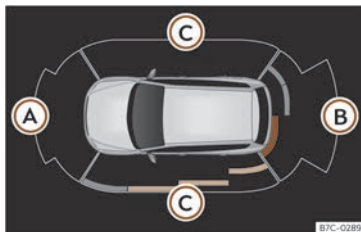

Fig. 176 Visualització d'ajuda a l'aparcament a la pantalla del sistema d'Infotainment.
Els para-xocs porten sensors integrats. Quan detecten un obstacle, ho indiquen mitjançant senyals acústics i en el sistema d'Infotainment»» **fig. 176**.
En cas d'avaría d'algun sensor posterior, tan sols es mostraran els obstacles a l'àrea (A) »» fig. 176. En cas d'avaría d'algun sensor davanter, únicament es mostraran els obstacles a l'àrea (B). Es mostra el símbol ⚠.